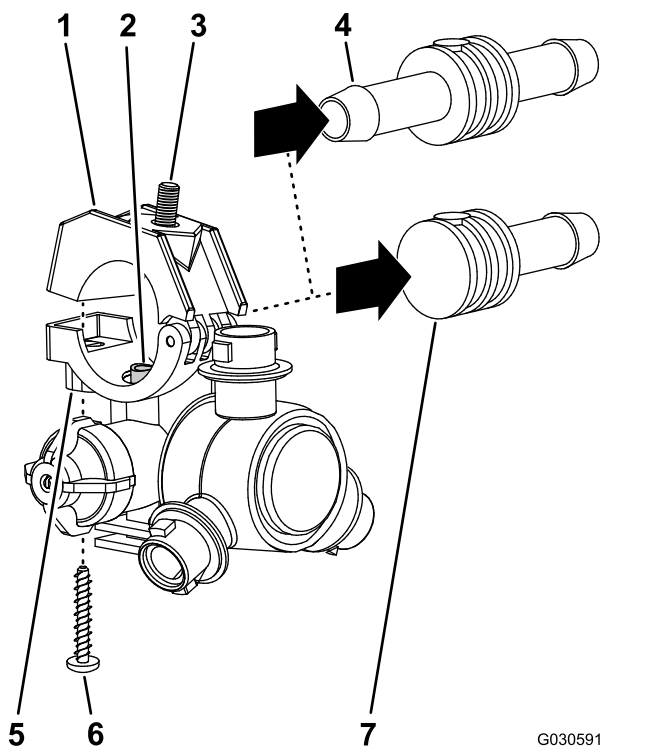

図 72
2. 片側または両側バーブ付きホースシャンク3/4 インチとそのクランプの上半分とをスプレーノズルのボディに固定しているステンレスねじ#12 x 1-1/4 インチを外してバーブ付きホースシャンクとホースをノズルから外す 図 72。